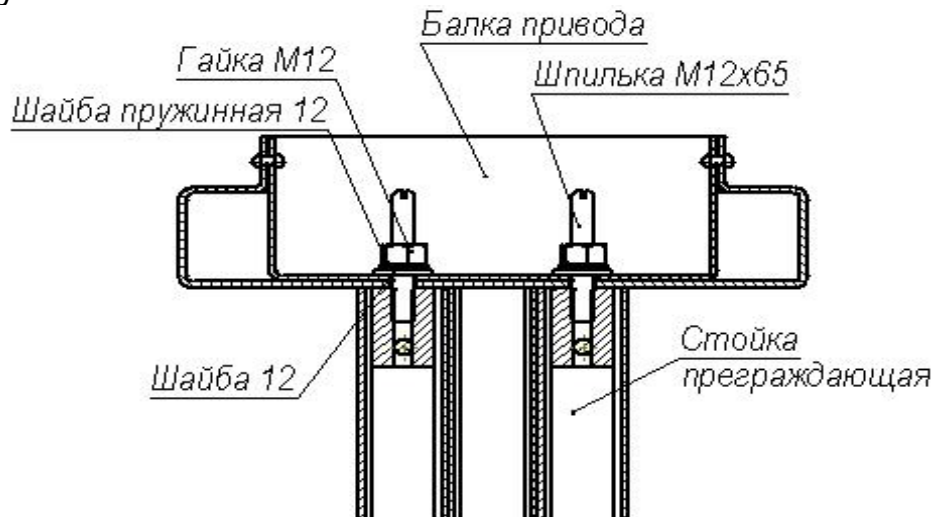

Рисунок 9 – Крепление балки привода (13) к стойке преграждающей (3)
- L** — зона выхода кабеля индикации (10) и кабеля считывателя (23)* из левой секции формователя прохода (6);
- R** — зона выхода кабеля индикации (11) и кабеля считывателя (24)* из правой секции формователя прохода (7);
- A** — зона входа кабелей (10), (11), (17), (18) и (21) в преграждающую стойку (3);
- условное направление прокладки кабельных каналов** для кабелей индикации (10) и (11) и кабелей считывателей (23)* и (24)*
8.2.8 Вверните две шпильки $M12 \times 65$ в верхнюю часть преграждающей стойки (3) (см. рисунок 9).
8.2.13 Поверните балку (13) концом, на котором расположена DIN-рейка (рис. 3), к преграждающей стойке (3), а другим концом — к секциям (6) и (7) формирователя прохода. Используя две стремянки, поднимите балку на высоту преграждающей стойки и обоприте её сверху на преграждающую стойку. Открепите концы кабелей от верхней планки преграждающей стойки (п. 8.2.9), пропустите их в отверстие балки и закрепите с помощью липкой ленты внутри балки. Наденьте балку на две шпильки, расположенные на преграждающей стойке (п. 8.2.8), наденьте на каждую шпильку шайбу 12, затем шайбу пружинную 12 и зафиксируйте положение балки двумя гайками $M12$ (см. рисунок 9), накрутив их до середины выступающей части шпилек.